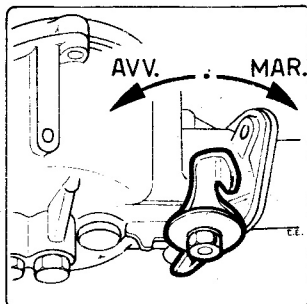

FIG. 4
- Chiudere lo starter (levetta 5) dal lato avviamento) (Fig. 4);